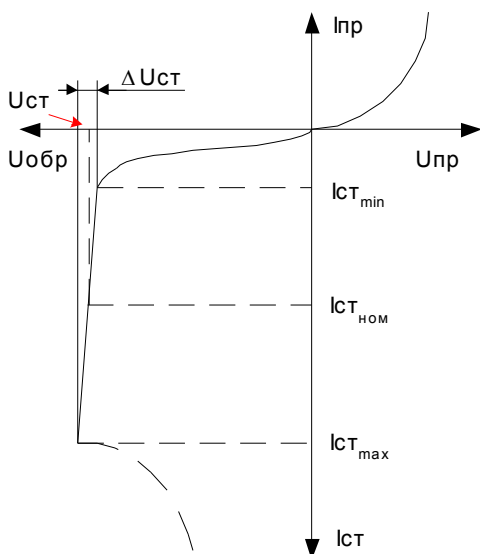

Рис. 42
- ◆ Минимальное, максимальное и номинальное значение тока стабилизации $I_{ст.мин}$, $I_{ст.ном}$, $I_{ст.мах}$. (смотрите рисунок 42).